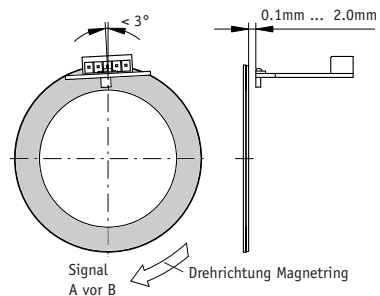

Abb. 7: Definition der Zählrichtung mit Magnetring und Montage Sensor/Magnetring, Abstandsmaße, Toleranzen
- Ein Wellenfreistich entsprechend Abb. 7 wird empfohlen.